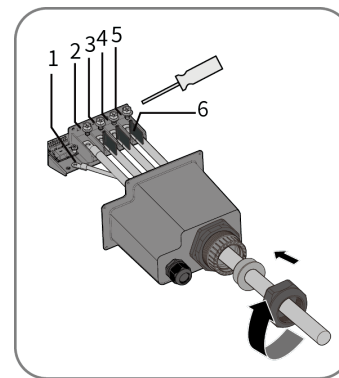

Abb. 20. Gehäuseschrauben festziehen und die AC-Isolierfolien an den Kabelklemmen anbringen.
3. Schließen Sie das Erdungskabel (PE) am Erdungspunkt an. Kabel mit der beiliegenden Mutter und Sicherungsscheibe sichern. [$\times$ P_6 / ∇ 3,5 Nm] (siehe Abb. 20).
4. Aufsetzen der Kabelschuhe für die Leitungen L1 / L2 / L3 / N entsprechend der Kennzeichnung auf der Anschlussschiene und mit Mutter, Schraube und Federring sichern (Sicherungselemente sind im Lieferumfang inbegriffen) [$\times$ P_8 / ∇ 12 Nm] (siehe Abb. 20).